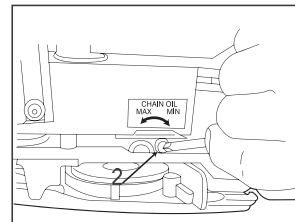

Figure 12
Pour augmenter le débit d'huile : tourner la vis de réglage dans le sens antihoraire comme indiqué (figure 12 MAX).
Pour réduire le débit d'huile : tourner la vis de réglage dans le sens horaire comme indiqué (figure 12 MIN).
2. Orifice de l'huile de chaîne (figure 12)